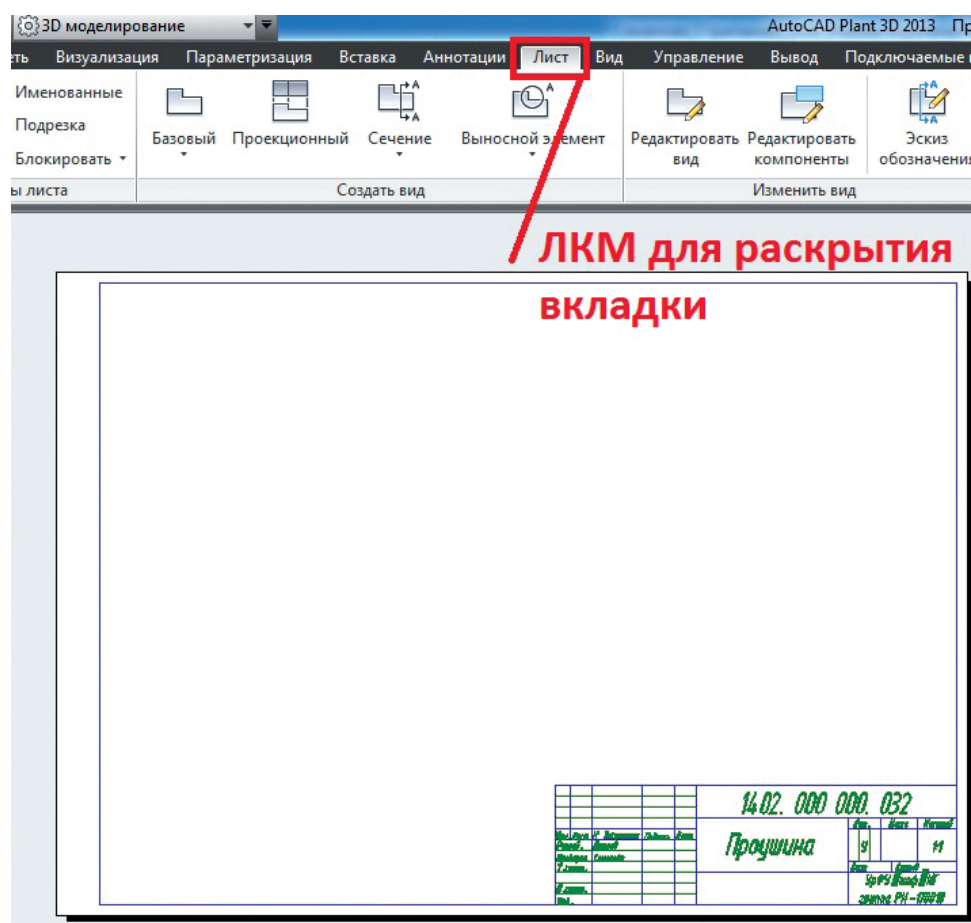
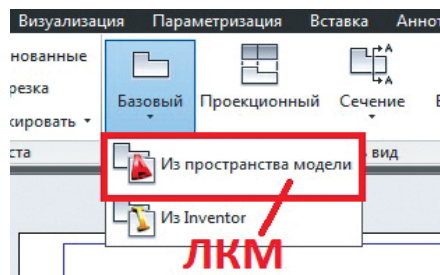

Рис. 83. Вкладка *Лист* — *Разрезы*, лента *Меню Лист*
Рис. 84. Лента *Меню Лист*
Из рабочего пространства *Модель* перейдем на вкладку *Лист*, в *Меню* выберем вкладку *Лист* (рис. 83), откроется лента с *Видовыми экранами*, *Создания видов*, их редактирования и т. д.
**Лента Лист** (см. рис. 83) предназначена для автоматизирования создания проекционных видов детали из пространства модели (рис. 84).